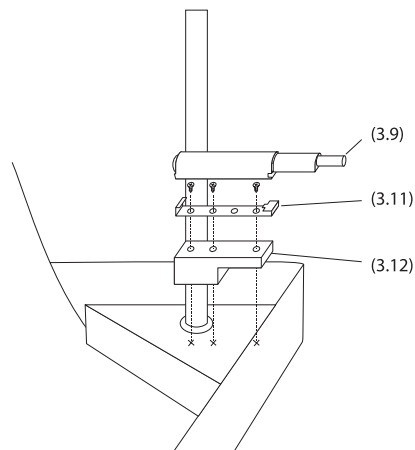

Рис. 5
1. Толкатель (3.9) крепится к подложке (3.12) двумя саморезами (3.14) (рис. 5).